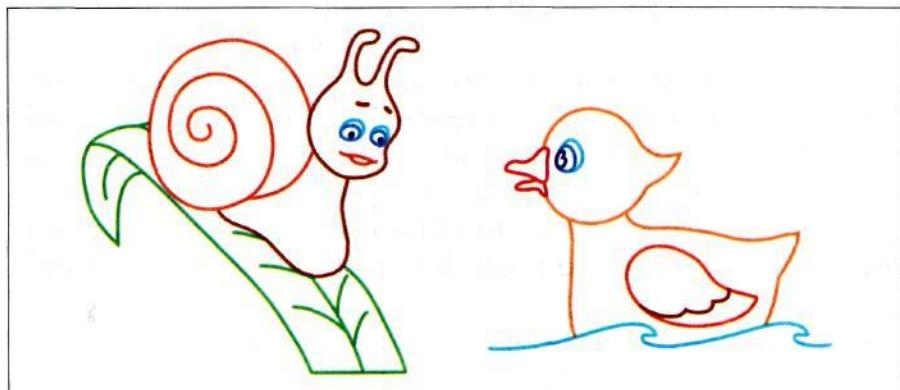

Рис. 74. Рисунки для вышивания
- Переведи на кальку, а затем на ткань один из предложенных рисунков для вышивания (рис. 74).